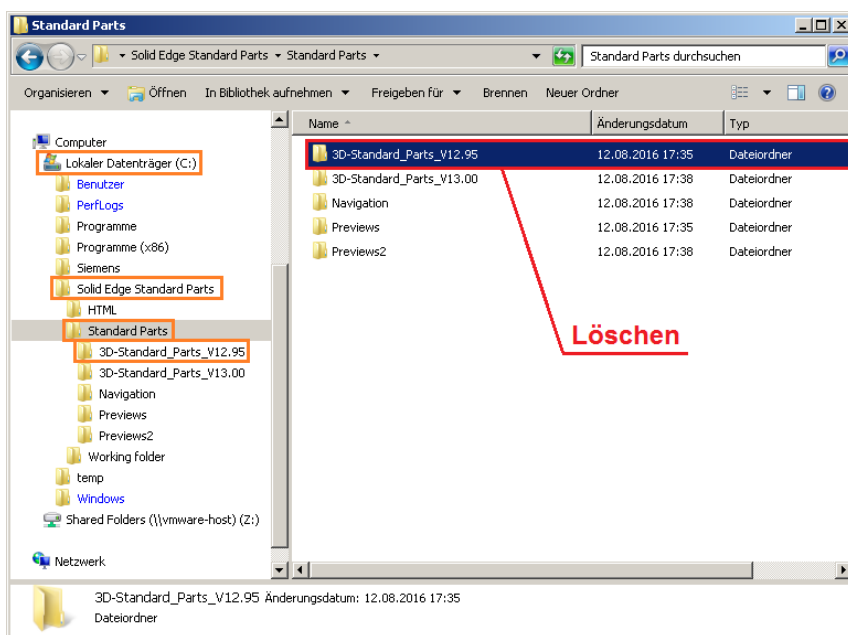

Abbildung 16
- 5.1. Löschen Sie den überflüssigen Hauptteile-Ordner (Abb. 16) aus dem Ordner der Standard Parts. Wie schon in *Punkt 2* beschrieben, enden diese Ordner immer auf .45 oder .95. (z. B. \3D-Standard\_Parts\_V12.95). Die Ordner von vollständigen Normteile enden immer auf .00 oder .50 (z. B. \3D-Standard\_Parts\_V13.00 für die Normteile der ST8) Alle anderen Ordner dürfen nicht verändert oder verschoben werden, da ansonsten die Standard Parts nicht ordnungsgemäß funktionieren.